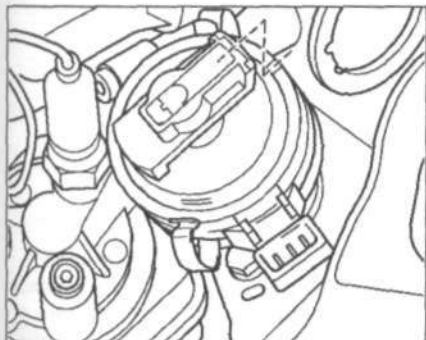

Рис. 5.7. Совместите метки ВМТ на корпусе распределителя.
14. Совместите метки ВМТ на корпусе распределителя (рис. 5.7).